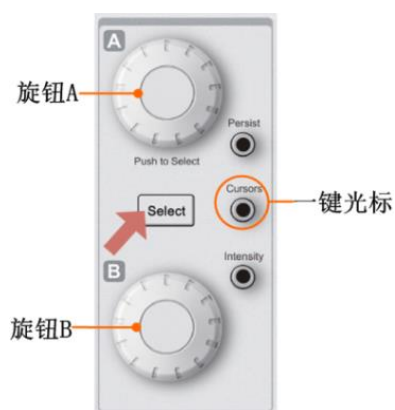

图 11.2 光标测量菜单
- 在通道 1 接入信号，点击【Auto Setup】一键捕获波形，此时按下前面板的【Cursor】一键光标，如图 11.2 所示，可进入光标测量界面中。